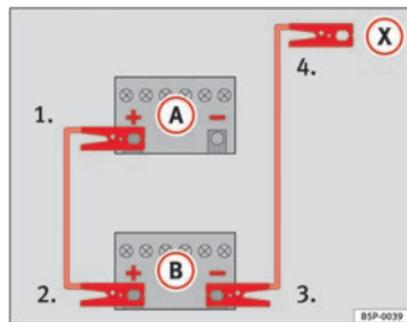

Fig. 173 Schema elettrico per i veicoli non dotati di sistema Start&Stop.
- Collegare un'estremità del cavo di emergenza *rosso* al polo positivo  $\oplus$  del veicolo con la batteria scarica  $\text{A}$   $\Rightarrow$  fig. 173.
- Collegare un'estremità del cavo di emergenza *nero* al polo negativo  $\ominus$  della batteria che fornisce corrente  $\text{B}$   $\Rightarrow$  fig. 173.